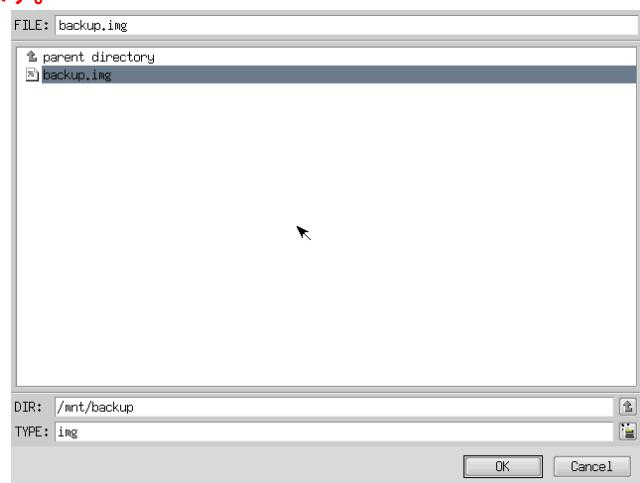

図 5-2-4. ファイル参照画面
- ⑥ ファイル参照画面（図 5-2-4）が表示されます。接続したバックアップ USB のパーティションは、/mnt にマウントされていますので、/mnt 以下から目的のファイルを探してください。[OK] を押すとファイル選択画面にもどります。
- ⑦ ファイル参照画面（図 5-2-4）で指定したバックアップファイルが入力されていることを確認します。[次へ] ボタンを押します。